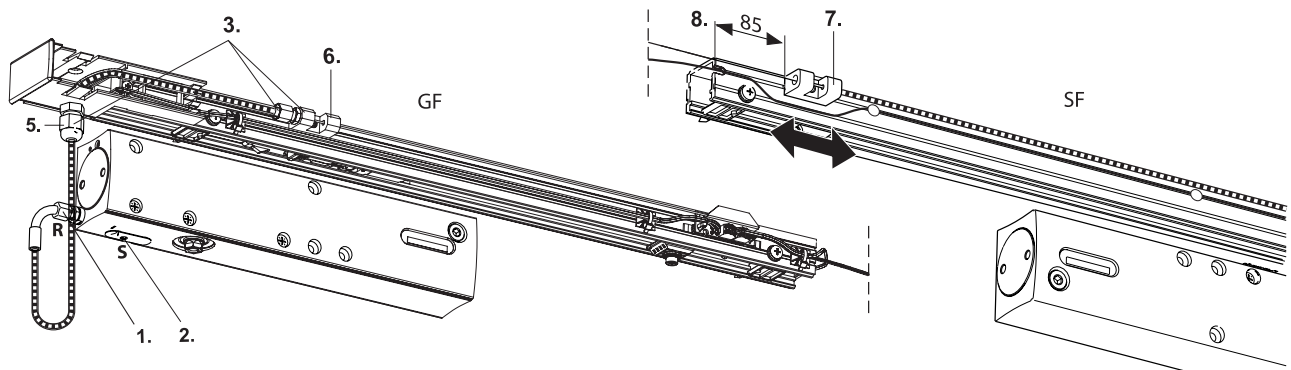

Fig.: 6.6.1
- ▶ Tendre le câble de telle façon que la vanne IS (fig. 6.6.1) du ferme-porte côté battant mobile ne soit **pas** actionnée **(4.)**.